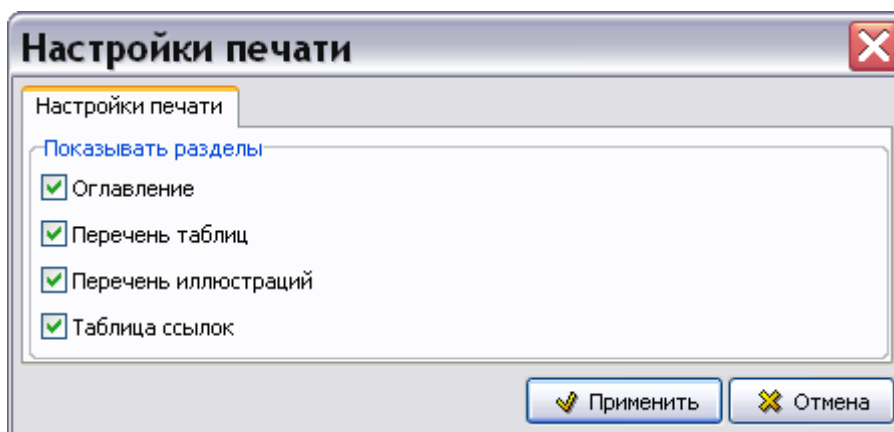

Рис. 7.70
2. Выберите пункт меню **Настройки печати...**, после этого откроется одноименное окно (Рис. 7.70).